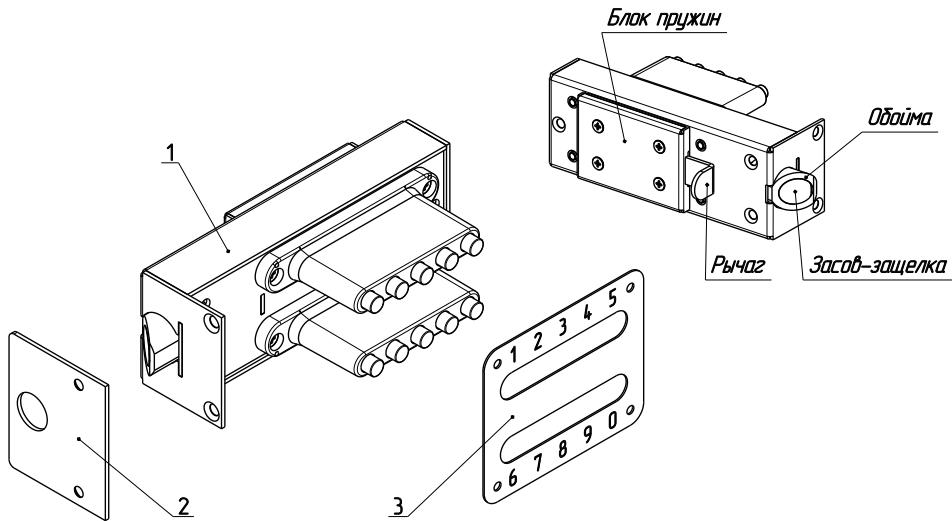

Рис.1
6.2. Для смены кода необходимо отвернуть 4 винта и снять блок пружин с рычагом (рис.1).
5.1. Внешний вид и установочные размеры показаны на рис. 1 и 2.